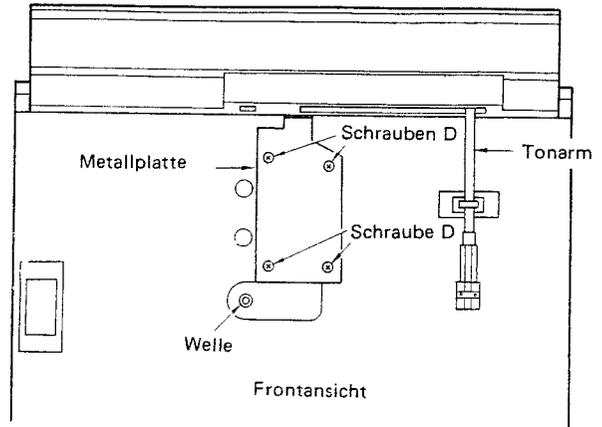

Abb. 4
- 3) Lösen Sie die vier Halteschrauben D der Metallplatte C am oberen Ende der Welle. (Siehe Abb. 4.)